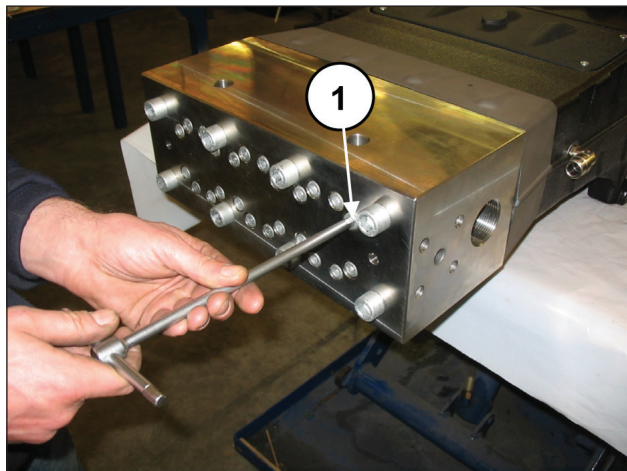
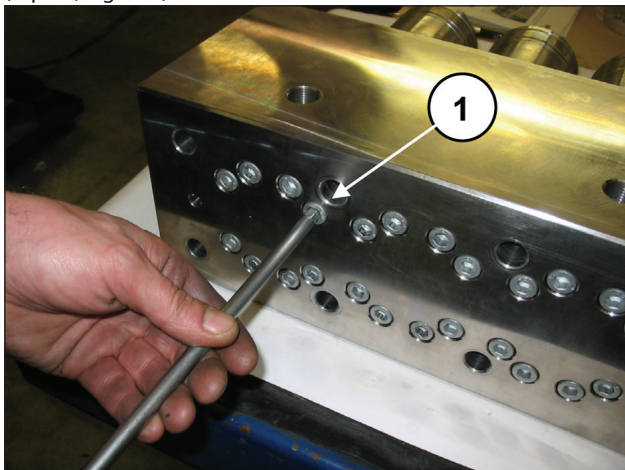
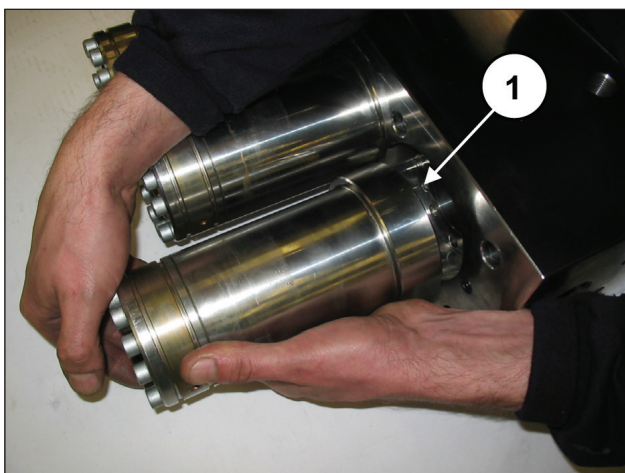

Fig. 106
Fig. 112
Fig. 113
Desserrer, sans les déposer, les vis M10x140 de fixation des chemises sur la culasse (rep. ①, Fig. 106) de sorte qu'elles résultent libres.
Déposer les vis M10x140 de fixation des chemises sur la culasse (rep. ①, Fig. 112) et dégager les groupes chemises (rep. ①, Fig. 113).
désassembler la culasse et l'entretoise de chemises du carter de pompe en suivant les indications du paragr. 2.2.1 (de Fig. 106 à Fig. 113).